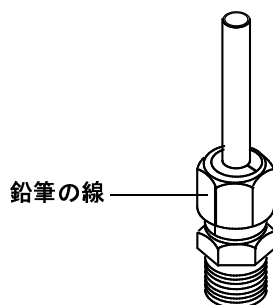

図 33 フィッティングのマーキング
- 6 鉛筆で線を引いてナットの位置をマーキングする (図 33)